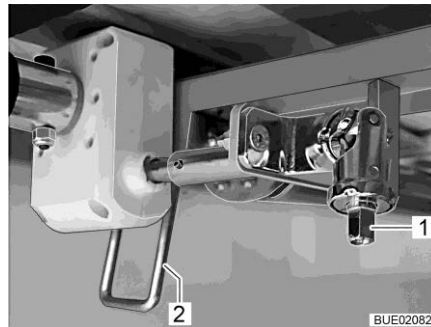

Bild 150 Höjdställning
- Sätt veven på tappnen (Bild 150,1).
- Sväng spaken (Bild 150,2) nedåt i lodrätt läge.
- Sväng spaken (Bild 150,2) uppåt i vågrätt läge.